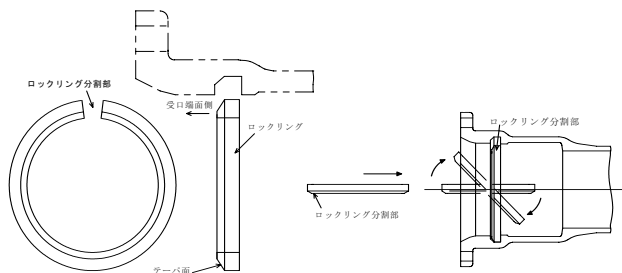

図5 ロックリングの受口へのセット方法
- (1) ロックリングは図5に示すようにテーパ面が受口端面側となるように受口にセットする。